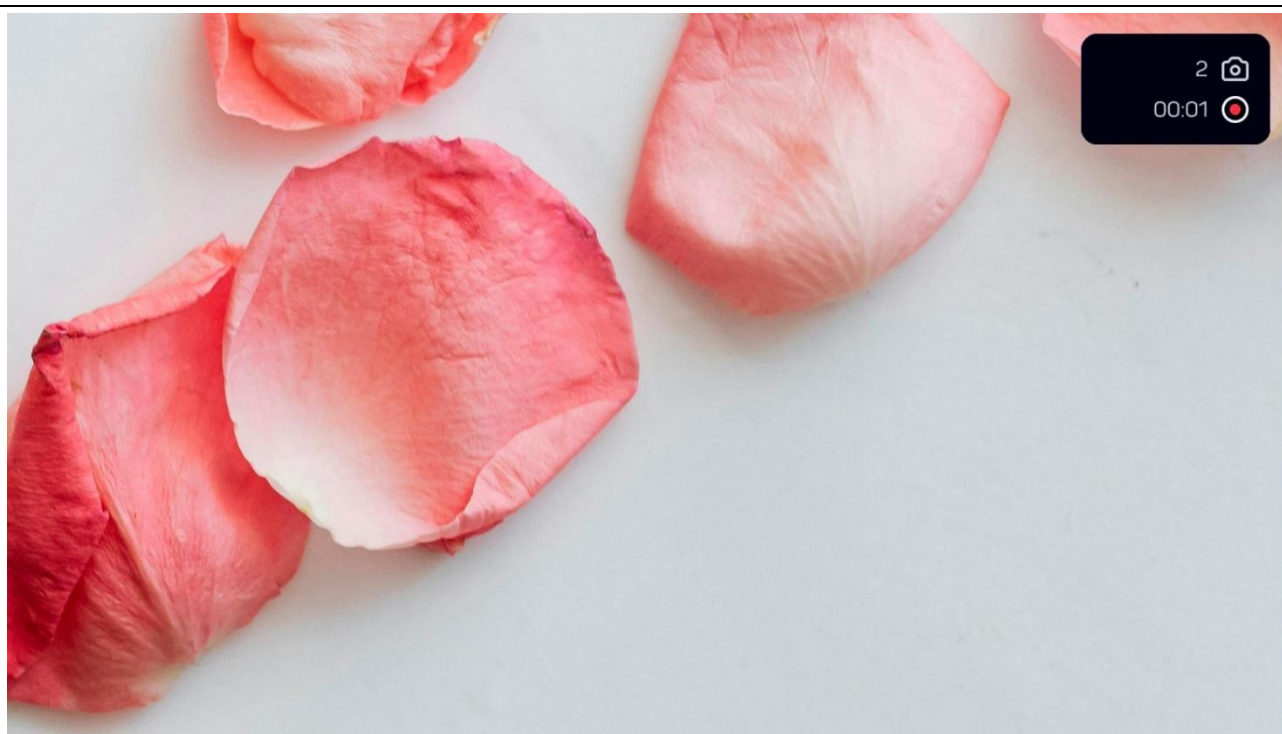

Figura 7 : Iniciar gravação de vídeo
- Inicie uma gravação de vídeo pressionando longamente em [1] (consulte Figura 7).